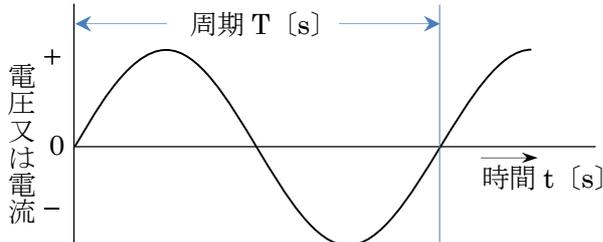

図 1
- (1) 図1のように電圧又は電流の大きさ及び方向が時間的に一定の周期をもって+から-へ するものを という。
問7. 図1～3のような回路図がある。次の間に計算式を示して答えよ。…………… (11点)
(1). 図1の回路のインピーダンス Z [Ω] を求めよ。(1点)